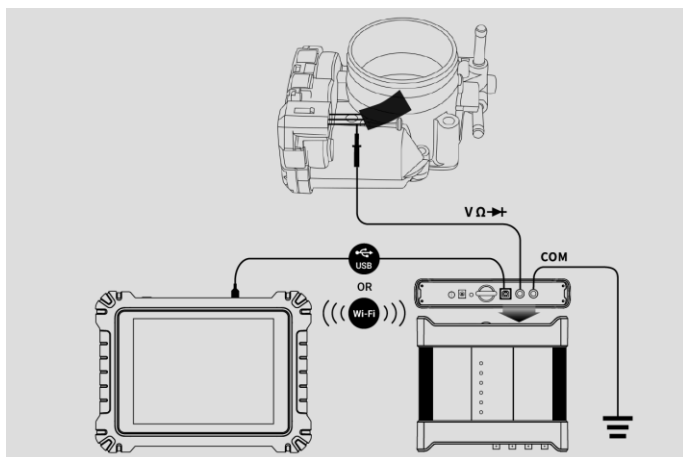

図 7-1 接続図のサンプル
1. 該当するテストリードまたはプローブ端子の端をマルチメータージャックに挿入して、接続を完了します (図 7-1 を参照)。